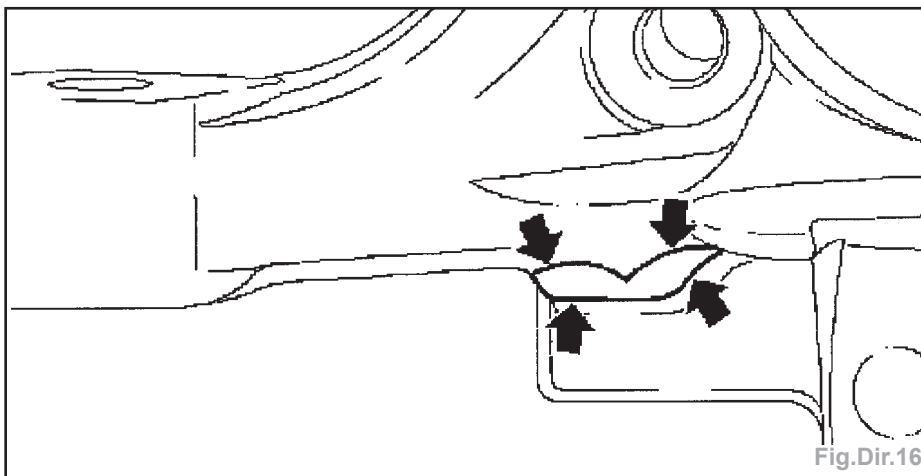

Fig.Dir.16
- le rapport de démultiplication de la direction de 15,2:1 est reconnaissable à une encoche / entaille (flèches) sur la fusée d'essieu (Fig.Dir.16).
- Il n'est pas possible de différencier visuellement ces barres d'accouplement montées. Pour distinguer les barres d'accouplement montées sur les véhicules avec un rapport de direction de 15,2:1, une encoche/entaille (Fig.Dir.16) a été réalisée sur la fusée d'essieu.